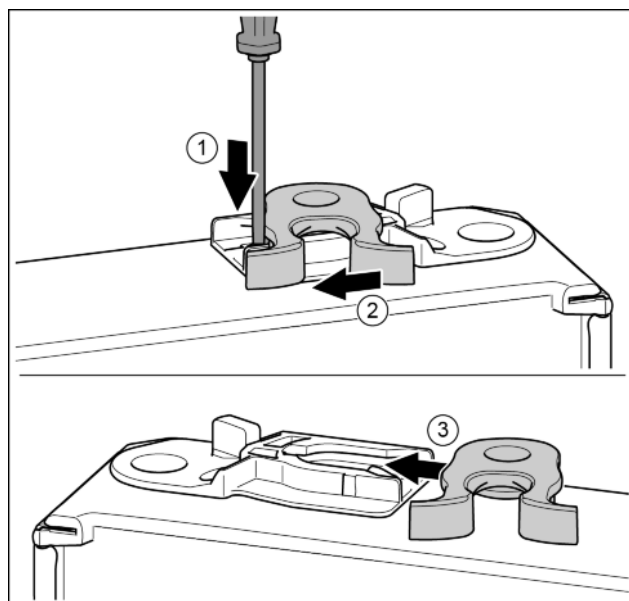

Fig. 15
- ▶ За допомогою шлицевої викрутки притисніть униз накладку. Fig. 15 (1)
- ▶ Витягніть із напрямної запірний гачок. Fig. 15 (2)
- ▶ Вставте запірний гачок у напрямну з іншого боку. Fig. 15 (3)